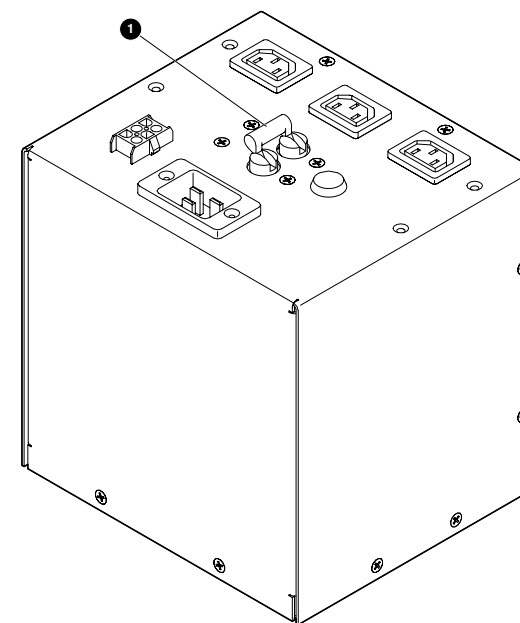

Abbildung 2: Netzstromverteiler
- ① Grafikdisplay ② Netzschalter
12. Schalten Sie den CB-1-Schalter ① oberhalb der Netzstromverteiler aus (siehe Abbildung 2).
2. Schalten Sie den CB-1-Schalter oberhalb des Netzstromverteilers ein (siehe Abbildung 2).